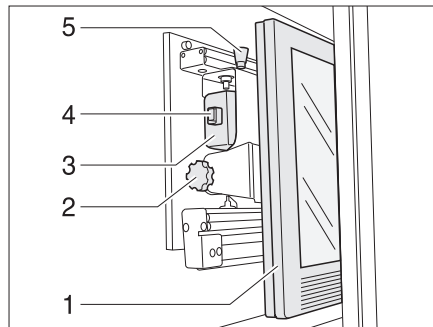

Fig. 57 Armario de TV
- Presionar el botón de desbloqueo (Fig. 57,5) y tirar el soporte para la pantalla plana hacia adelante hasta el tope agarrándolo del tirador (Fig. 57,4).
- Tirar del botón de desbloqueo (Fig. 57,1) y girar la pantalla plana (Fig. 57,2) a la posición deseada.
- Aflojar el tornillo moleteado (Fig. 57,3).